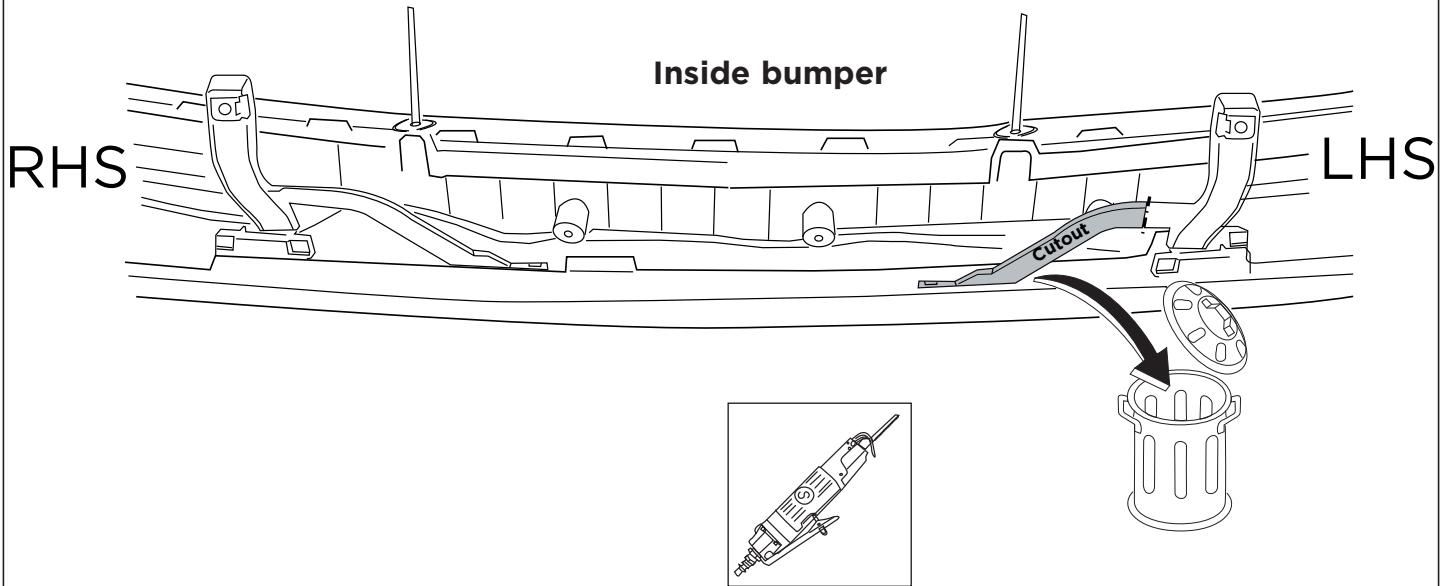

Fig.3
- Если имеется/имеются: Выпилить обозначенную часть, как указано на рис. 3.